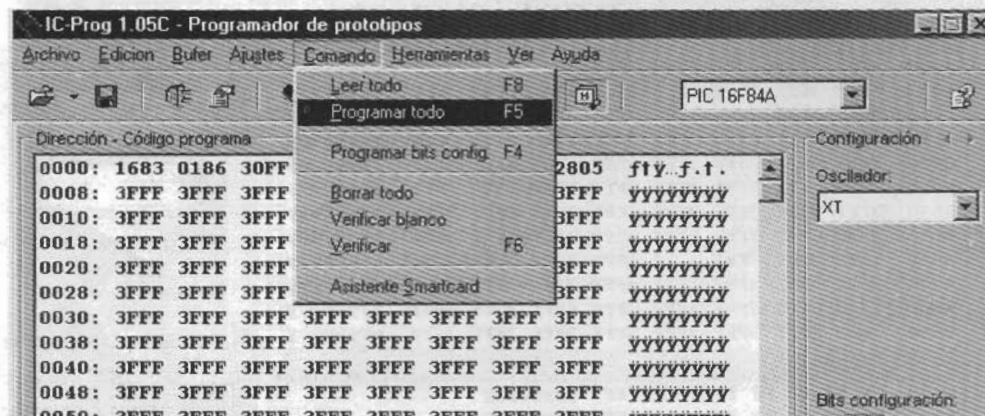

Figura 3-15 Comenzar a programar el PIC16F84A
- 9º Para proceder a la grabación del chip basta con activar el menú *Comando > Programa todo* (figura 3-15) o bien pulsar la tecla de función F5. También puede pulsar sobre el ícono correspondiente de la barra de herramientas (rayo sobre chip). El chip comenzará a ser programado con los datos cargados en el buffer activo.